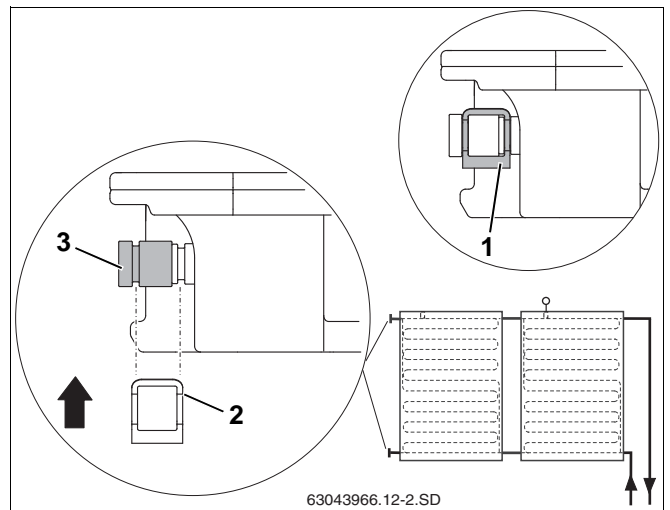

Fig. 42 Sikring af lukkekappe med klemmer
- ▶ Sæt lukkekappen med o-ringene (fig. 42, **pos. 3**) på solfangertilslutningen.
- ▶ Sæt klemmen (fig. 42, **pos. 2**) til sikring af tilslutningen over lukkekappen og solfangertilslutningen.
- ▶ Alle lukkekapper skal sikres med en klemme (fig. 42, **pos. 1**).